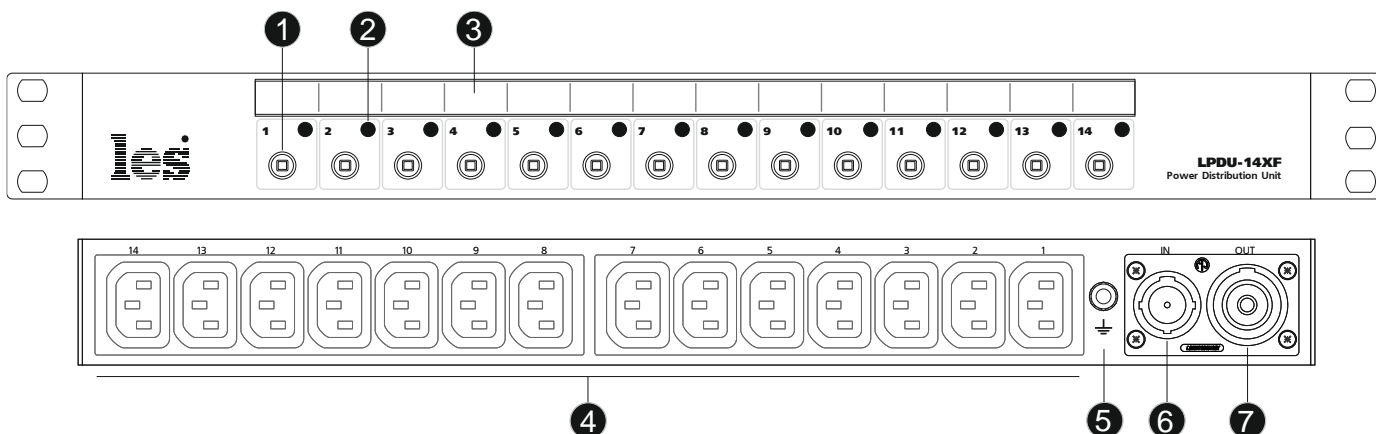

Рисунок 1
Для подключения электропитания на задней панели прибора установлен входной разъём powerCON Neutrik NAC3PX (рисунок 1). Кабельный разъём powerCON Neutrik NAC3FX-W (рисунок 14) входит в комплект поставки. Шнур электропитания не предусмотрен в комплектации этого прибора.
5. После того как, все входные и выходные соединения сделаны – включите прибор с помощью автоматического выключателя. Электропитание появится сразу на всех выходах устройства. На передней панели, над каждым предохранителем, загорится зелёным светодиодный индикатор (рисунок 1), сигнализируя, что LPDU работает исправно и на каждом выходе есть напряжение.
Каждый канал LPDU-14XF по выходу защищён предохранителем. Предохранители расположены на лицевой панели распределителя (рисунок 1). В устройстве используются автоматические термо-предохранители номиналом 5А.